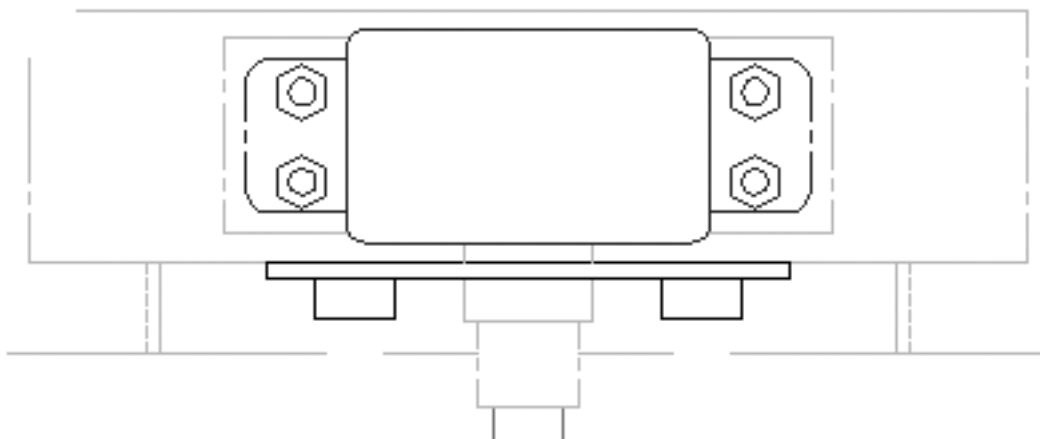

Рис. 7.3. Фрагмент смесителя
1. Загрузите файл ab10-i.dwg (см. рис. 7.3).